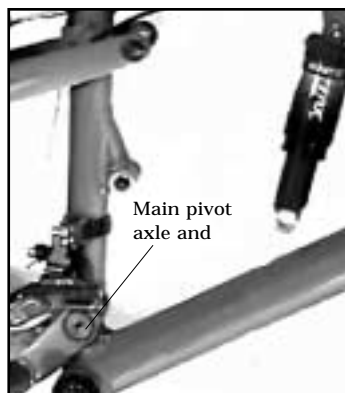

Fig. 15
4. Remove the main pivot bolt (Fig. 15).